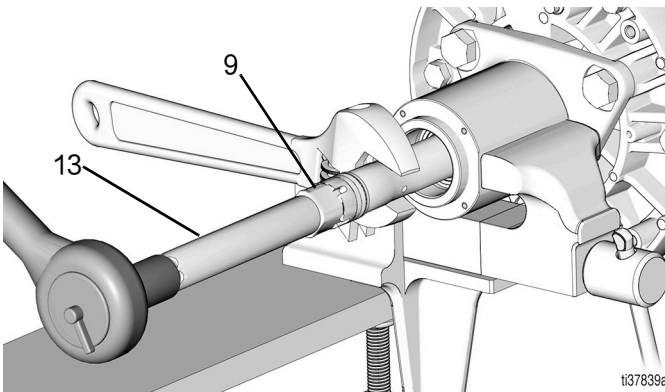

图 27
- 10. 重新安装流体活塞 (9) 和连杆 (13), 在活塞柱平面上用一把扳手, 在连杆 (13) 上用 15/16 英寸套筒, 然后拧紧 (扭矩 140 - 160 ft-lb/189.8 - 216.9 N•m) (图 27)。